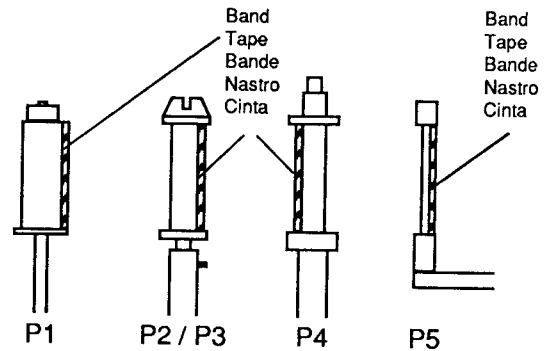
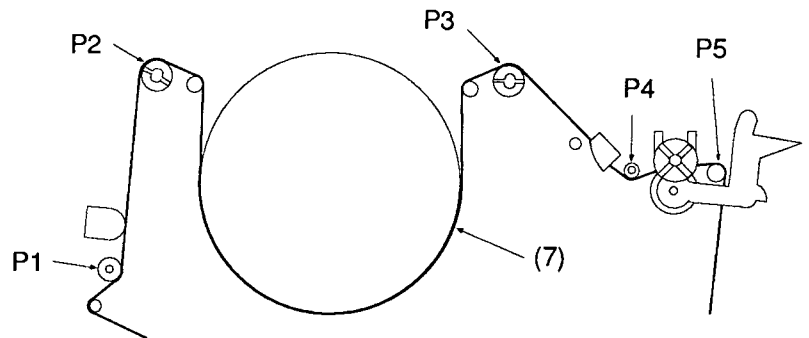

Fig. 34
Fig. 36
- Prüfen, ob das Band an den Bolzen P1, P2, P3, P4 und P5 ohne zu bürdeln läuft (Fig. 34... Fig. 36).
- Check that the tape runs past the Bolts P1, P2, P3, P4 and P5 without crinkling (Fig. 34 ... Fig. 36).